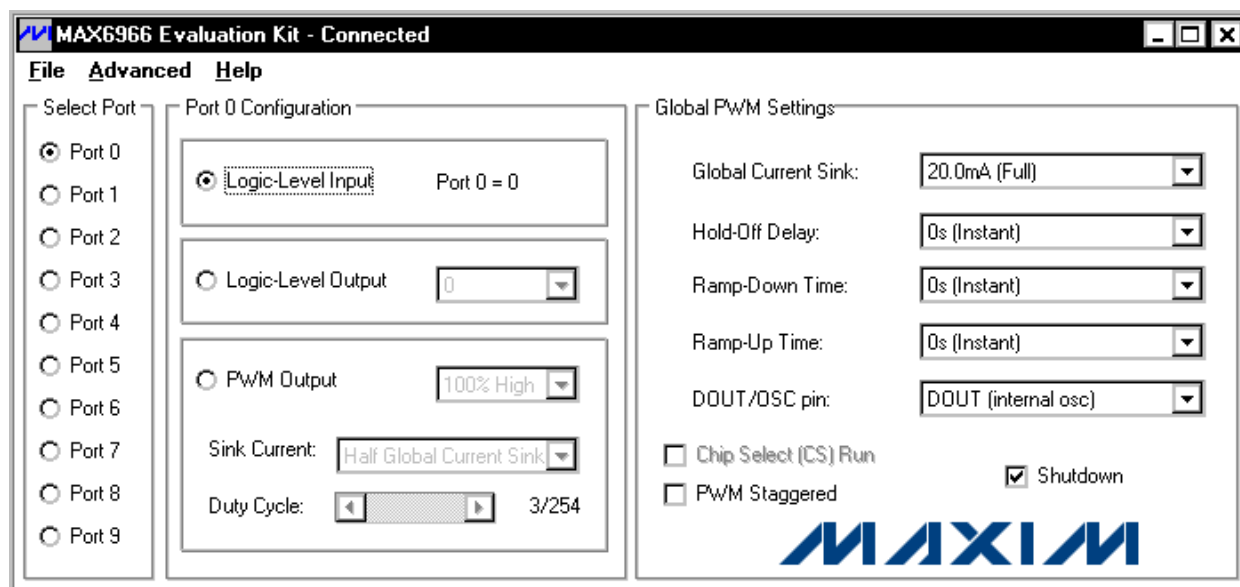

図1. MAX6966 EVキットソフトウェアの画面写真
- Start**メニューのアイコンをダブルクリックして、MAX6966 EVキットのソフトウェアを起動してください。図1に示すアプリケーションウィンドウが開き、数秒後にソフトウェアがCMAXQUSBに接続されます。
MAX6966 EVキットのソフトウェアを起動するためには、インストール時に作成されたMAX6966 EVキットのアイコンをダブルクリックしてください。図1に示すグラフィカルユーザインタフェースが表示されます。約2秒後にMAX6966 EVキットのソフトウェアがCMAXQUSBに接続されます。